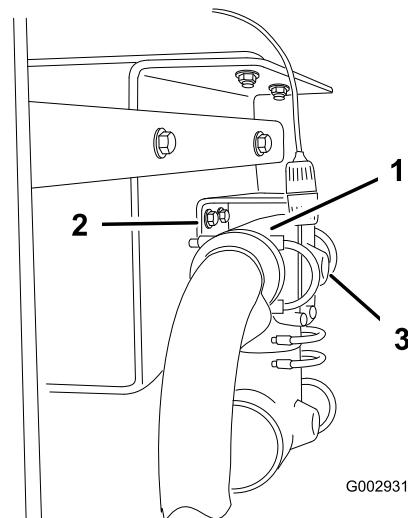

Figura 12
- Togliete gli elementi di fissaggio che ancorano il raccordo a T dietro la valvola di alimentazione della barra, in modo che il raccordo a T si stacchi e penda sul flessibile (Figura 12).
- Praticate con cautela un foro (diam. 1/4 poll.) sulla parte anteriore dell'orifizio, sul retro del raccordo a T (Figura 12).